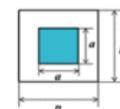

Fig. 9
- Geometric Parameters (Fig. 9):